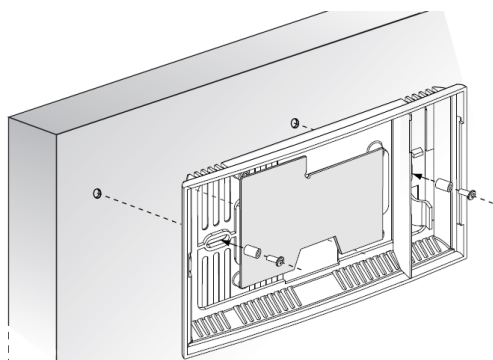
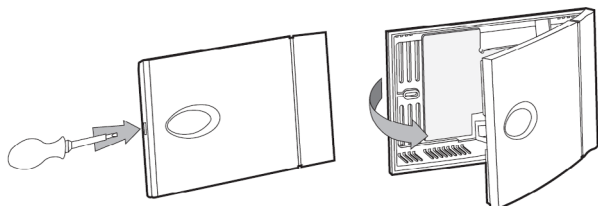

Fig.1
Fig.2
Per l'apertura della sonda si procede come indicato in fig. 2 e per il montaggio come in fig. 1:
*To open the probe, proceed as shown in Fig. 2, while for assembly see Fig. 1:
Per non danneggiare il sensore e le connessioni durante il montaggio e per evitare messa a terra della schermatura del sensore si consiglia l'uso dei distanziali (fig. 1), il sensore e la protezione metallica non devono essere rimossi per l'installazione.
To avoid damaging the sensor and the connections during assembly and avoid earthing the shield of the sensor, use the spacers (Fig. 1); the sensor and the metal protector must not be removed for installation.